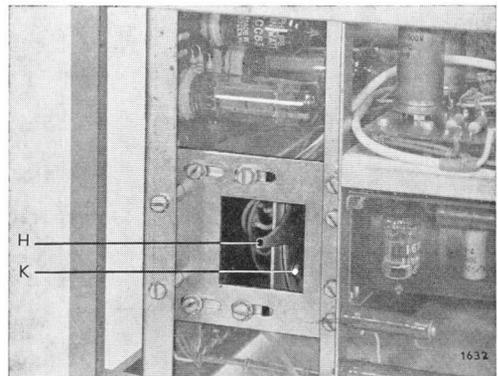

Bild 11
4. Nach Einsetzen der neuen Elektronenstrahlröhre muß kontrolliert werden, ob die Nulllinie genau horizontal verläuft. Ist dies nicht der Fall, dann mit dem Hebel „H“ (siehe Bild 11, Seite 18) die Röhre in die richtige Stellung drehen (evtl. zuerst die Schrauben „K“ ein wenig lockern).